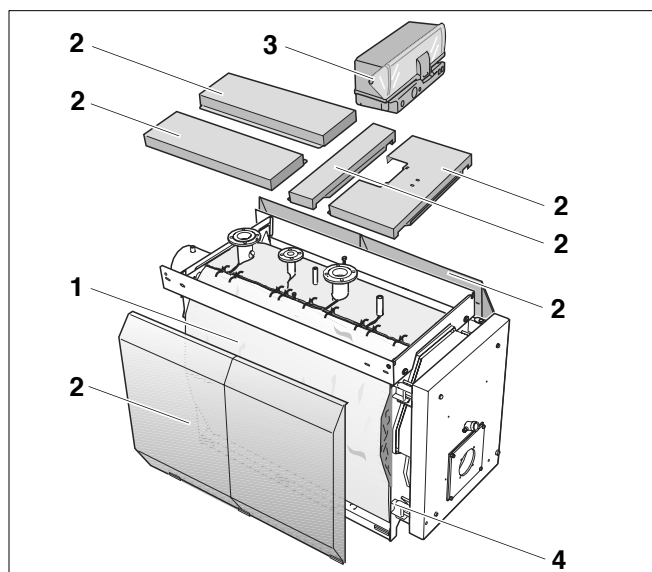
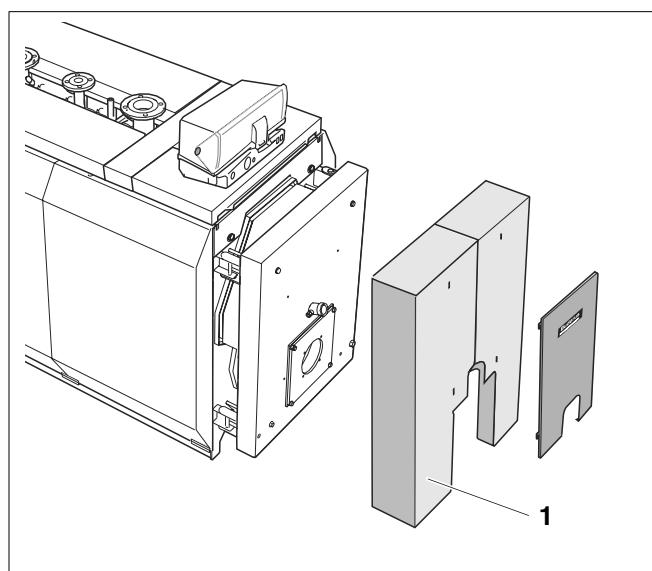

Fig. 1: Cazanul special de încălzire pe motorină/gaz Logano S635
Fig. 2: Cazanul special de încălzire pe motorină/gaz Logano S635
Principalele părți componente ale cazanului Logano S635 (fig. 1) sunt:
- Corpul cazanului (fig. 1, **poz. 4**) împreună cu un arzător.
- Mantaua cazanului (fig. 1, **poz. 2**), izolația termică (fig. 1, **poz. 1**) și panoul de izolare a ușii arzătorului (fig. 2, **poz. 1**).
- Aparatul de reglare (accesoriu - fig. 1, **poz. 3**)